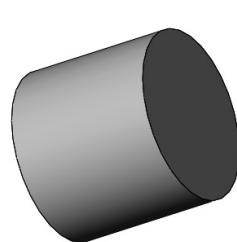

图 4-85 打开零件实体模型
- [1] 打开初始文件“Z4L13.prt”，实体模型如图 4-85 所示。